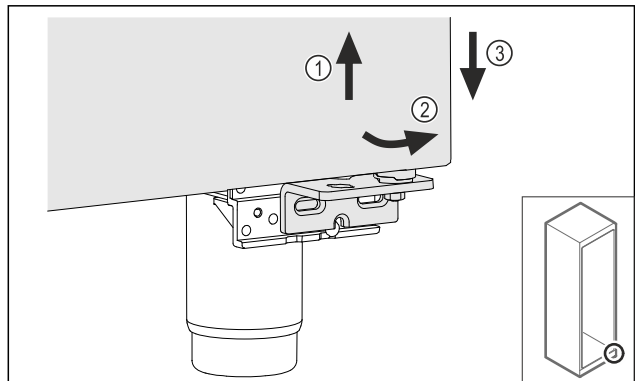

Fig. 26
- ▶ Трохи підніміть двері Fig. 26 (1), нахиліть їх знизу вперед Fig. 26 (2) та опустіть Fig. 26 (3).